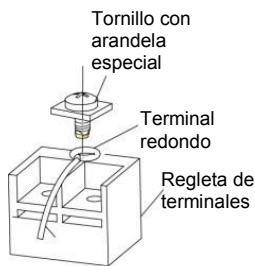

Fig. 27
- 4). Coloque el cable del terminal redondo, y reemplace y apriete el tornillo del terminal con un destornillador (Fig. 27).